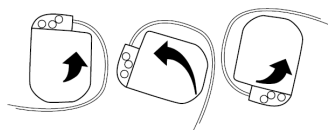

図 5
- 1) リード本体のねじれを防ぐため、ICD を回転させて余分なリードを ICD の周囲に緩やかに巻く(図 5)。